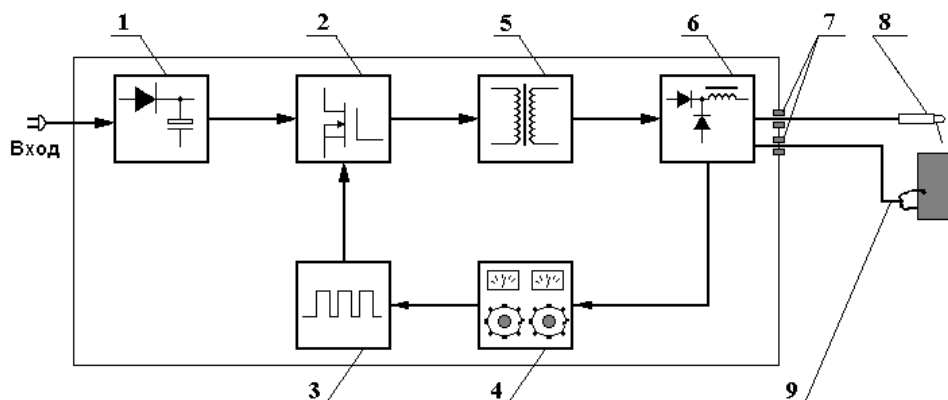

Рисунок 1 – Блок-схема сварочного выпрямителя БИМАрк-250/ БИМАрк-315/ БИМАрк-400/ БИМАрк-500
3.1. Выпрямители серии БИМАрк-250/ БИМАрк-315/ БИМАрк-400/ БИМАрк-500 PRO Line произведены на базе современной технологии, благодаря использованию мощных высокочастотных полупроводников и применению принципа широтно-импульсной модуляции. Принцип работы отображён на блок схеме рис. 1.